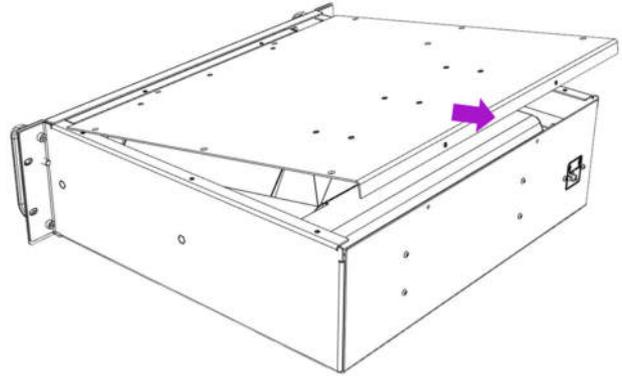

Abb. 12
- Oberen Gehäusedeckel ca. 2cm in Pfeilrichtung ziehen (Abb.12)